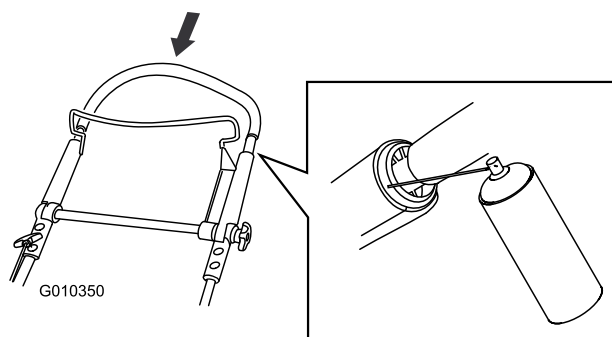

Рисунок 48
2. Полностью отожмите книзу верхнюю часть рукоятки и распылите смазку на внутреннюю пластмассовую поверхность наружной части рукоятки (Рисунок 48).